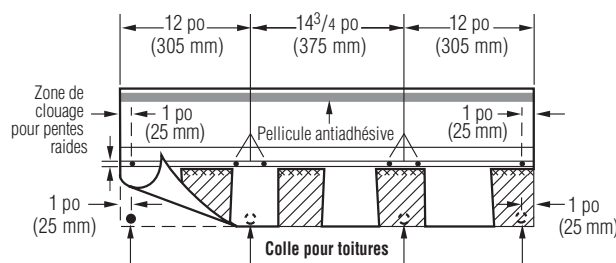

Figure 11-5 : Employer six clous et quatre points de colle pour toitures d'asphalte sur les pentes raides.
**IMPORTANT :** Lorsque six clous sont posés dans un bardeau entier, suivre la configuration de clouage indiquée à la figure 11-5. Les clous peuvent être plantés dans la zone de clouage de  $1\frac{1}{2}$  po (51 mm).